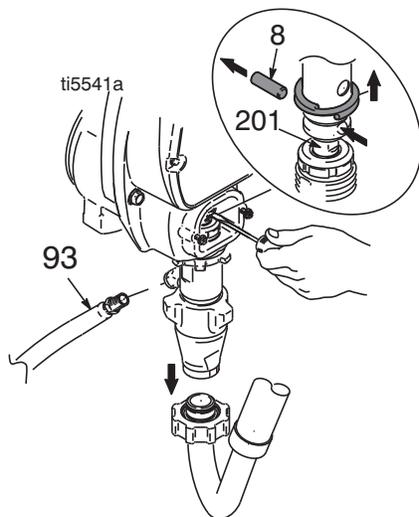

FIG. 15
3. FIG. 15. Pare la bomba con el eje del pistón (201) en su punto más bajo.
5. FIG. 15. Retire la manguera (93). Utilice un destornillador para extraer el muelle de retención y el pasador (8).